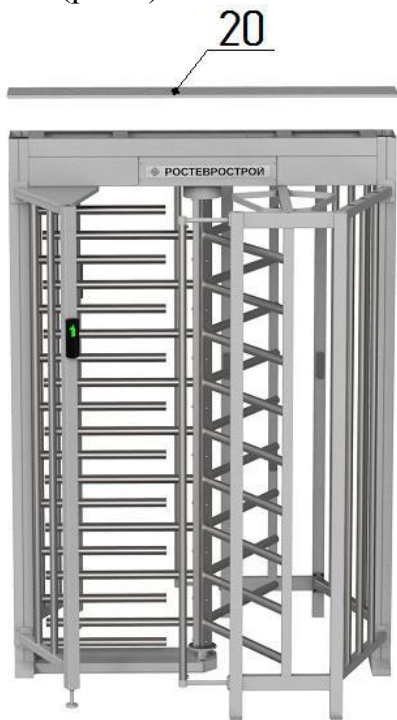

Рис. 7
#### 5. Окончательная сборка (рис. 7):
- установите на место крышку **20** (выполнить после подключения турникета и проведения режима калибровки) и закрепите винтами М4 (рис.7)